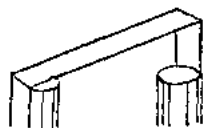
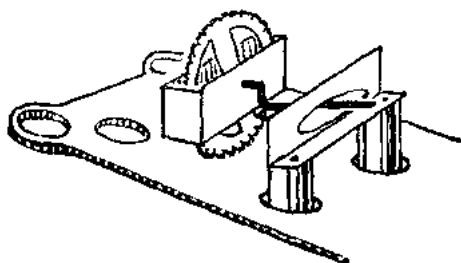

图 32
图 35
c. 把中间一对工作缸活塞露出在上横梁内部的一端截短一些，并用一条 50×8 [毫米]² 的铁皮，弯成图 32 中所示 $\square$ 形的拨动片，每段分别为 5、35、10 毫米，然后把这条 $\square$ 形弯铁皮两端牢牢地固定在中间一对已截短的活塞顶上，并试转拨动杆看拨动杆能否拨动这片拨动片使活动横梁作上下移动的动作。
(v) 为保证活动横梁下降容易，也可做一个如图 35 所示的拨动片来代替图 32 的拨动片。